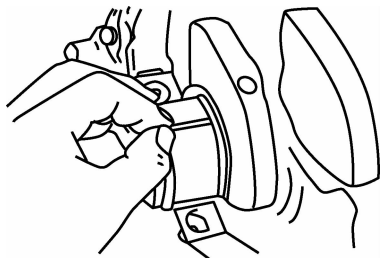

图 2-7 测量曲轴径向间隙
(3) 装上曲轴主轴承盖, 并用 $65 \text{ N} \cdot \text{m}$ 力矩紧固, 不得使曲轴转动。
(4) 如图 2-7 所示, 拆下曲轴主轴承盖, 用测量尺测量挤压过的塑料间隙规的厚度。新轴承径向间隙应为 $0.03 \sim 0.08 \text{ mm}$, 磨损极限值为 0.17 mm 。超过磨损极限时, 应对相应轴承进行更换。